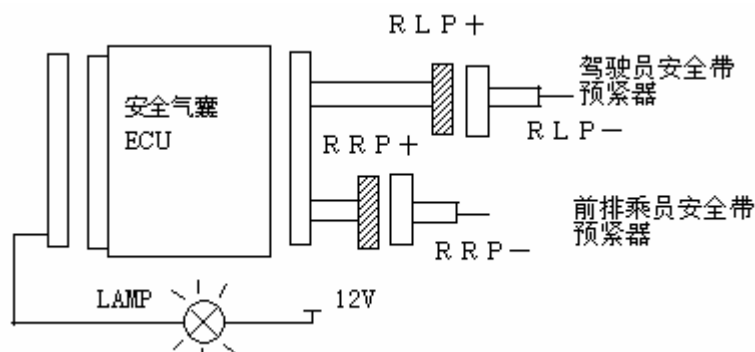

图 13 连接驾驶员安全带预紧器连接器
- c) 连接驾驶员安全安全带预紧器连接器，见图 13。
- c) 连接前排乘员安全带预紧器连接器，见图 13。
- a) 拔开安全气囊 ECU 与时钟弹簧之间的连接器，见图 13。